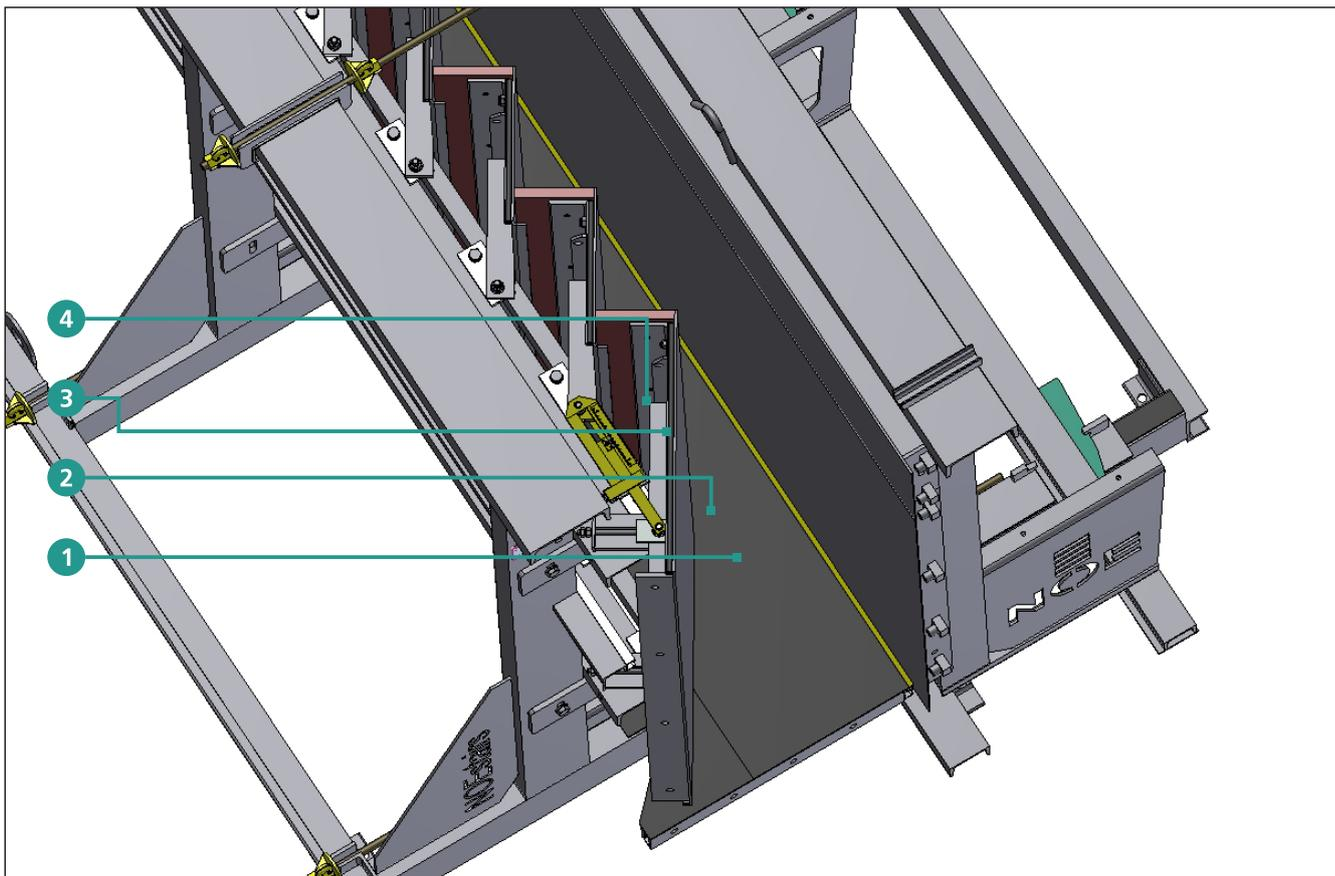

Abbildung 8.1
Danach sind die Bolzenplatten mit Hilfe der Einstelllehre, die zuvor auf das aus den Tabellen auf den Seiten 22 und 23 ermittelte Einstellmaß (Z) ausgerichtet wurde, nacheinander in die richtige Position zu bringen und mit der Klemmschraube festzuziehen. Die Einstelllehre wird dazu in die Zapfen der Lagerbolzen eingehängt (Abbildung 8.1 und 8.2).